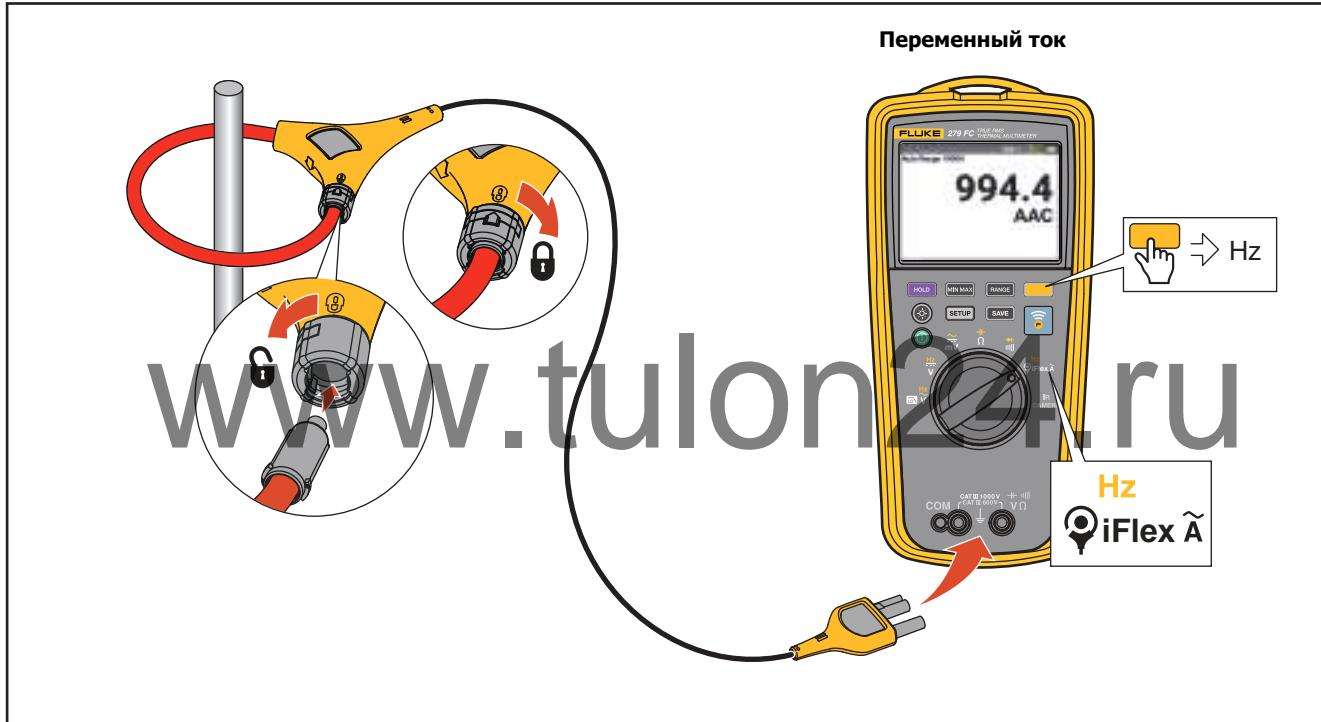

Рисунок 10. Измерения переменного тока
- Измерения переменного тока. См. Рисунок 10.
1. Подключите токоизмерительный датчик iFlex к входу на Мультиметре. См. Рисунок 10.